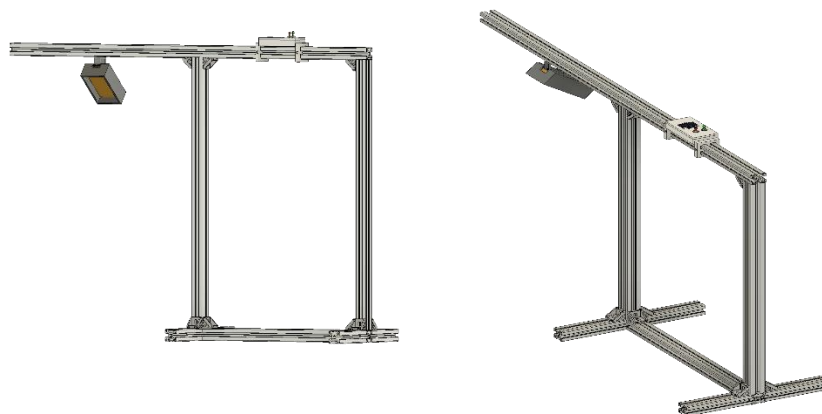

Figura 7: Pórtico que suporta o semáforo e respetivo controlador
3. No início da pista encontra-se um “semáforo”, montado na parte inferior de um pórtico (como ilustrado na Figura 7), que acenderá assinalando o início da prova. O semáforo será implementado recorrendo a placa LED. O semáforo acenderá uma luz branca para sinalizar o arranque da prova.